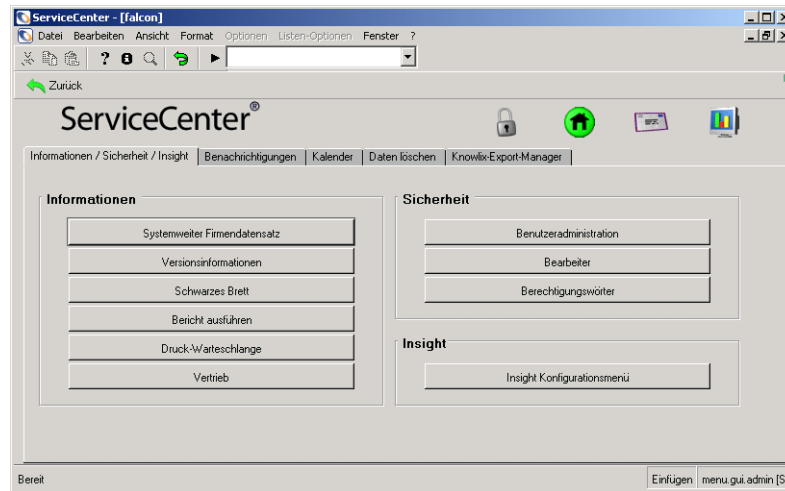

Abbildung 10-5: Verwaltungsmenü: Register „Informationen/Sicherheit/Insight“
- 2 Klicken Sie auf **Verwaltung**. Abbildung 10-5 zeigt das Verwaltungsmenü.